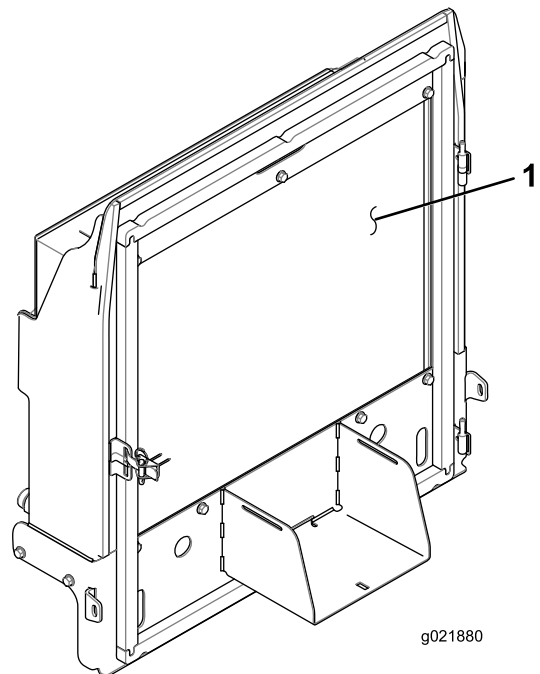

Bild 142
8. Reinigen Sie beide Seiten des Ölkühlers und des Kühlers gründlich mit Druckluft (Bild 142).